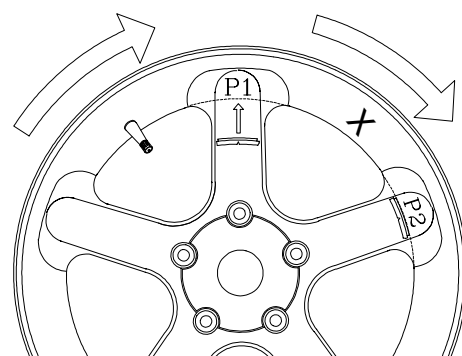

Figure 36
9. L'afficheur indique "P -2" à gauche et le poids d'équilibrage à droite. Placer le poids indiqué dans la "position 2" derrière le rayon, puis faire tourner la roue pour localiser la position 1. Voir Figure 36.